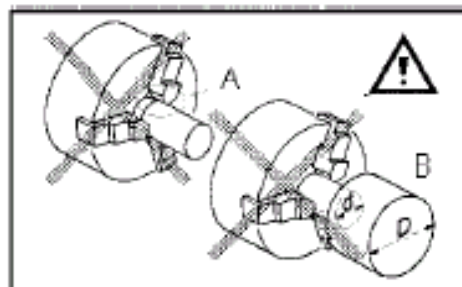

Рис.13
Избегайте коротких длин зажима (A, рис.13) или зажимов заготовок за малый диаметр (B).